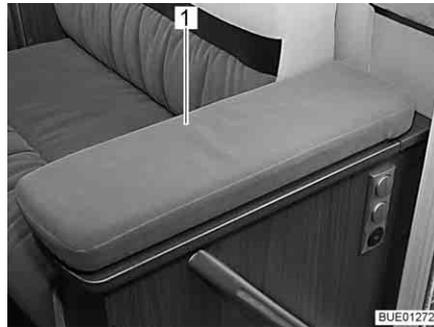
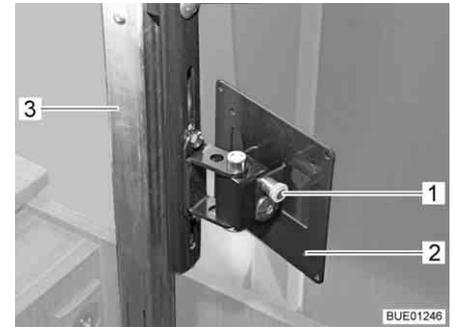

Fig. 54 Compartiment télévision
Fig. 55 Mécanisme de réglage de hauteur
- Presser légèrement sur le milieu du couvercle (Fig. 54, 1) du compartiment télévision. La colonne d'extraction (Fig. 55,3) se déverrouille et monte.
- Tirer sur le bouton de déverrouillage (Fig. 55,1) et faire pivoter le support (Fig. 55,2) avec l'écran plat dans la position souhaitée.
- Faire retourner l'écran plat dans sa position initiale jusqu'à ce que le support (Fig. 55,2) s'enclenche dans le verrouillage.
- Presser le couvercle (Fig. 54,1) en son milieu contre la résistance de la colonne d'extraction (Fig. 55,3) jusqu'à ce que le verrouillage s'enclenche.